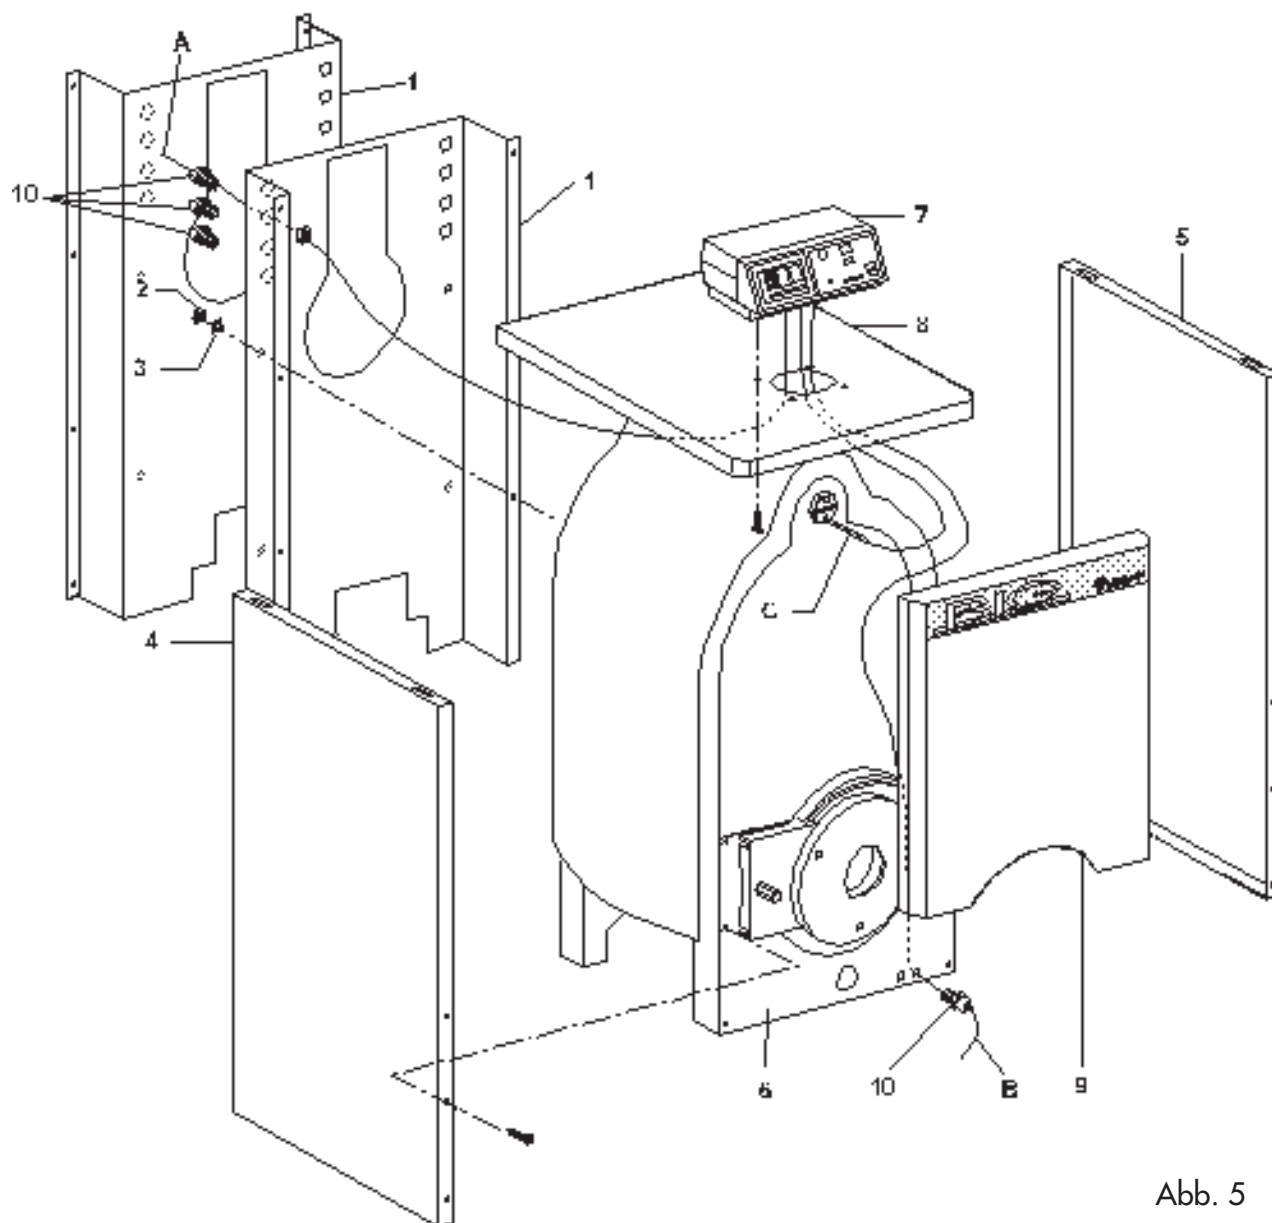

Abb. 5
- 4) Die verschiedenen Kabel durch Öffnung führen und Instrumententafel **7** an Deckel **8** befestigen. Vor dem Einbau des Deckels an den Kessel, das Speisekabel **A** und das Brennerkabel **B** durch die entsprechenden Öffnungen durchführen und mit Kabelbinder **10**, das mit dem Schaltbrett geliefert wird festziehen. (Abb. 5).
- 5) Die eventuellen Fühler **C** in die entsprechenden Schachte einführen. (Abb. 5).
- 6) Nach Beendung der vorgeschrieben Arbeitsschritt die Frontalhaube **9** an Kessel anbauen (Abb. 5).